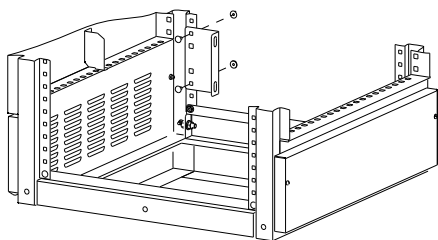

Рисунок 29
15.1 Приложите Кронштейн шин с внутренней стороны боковой поверхности задней стойки корпуса. Вставьте по очереди в квадратные отверстия два болта М6×10 и закрепите гайками М6 (рисунок 29). Момент затяжки 5 Н·м.